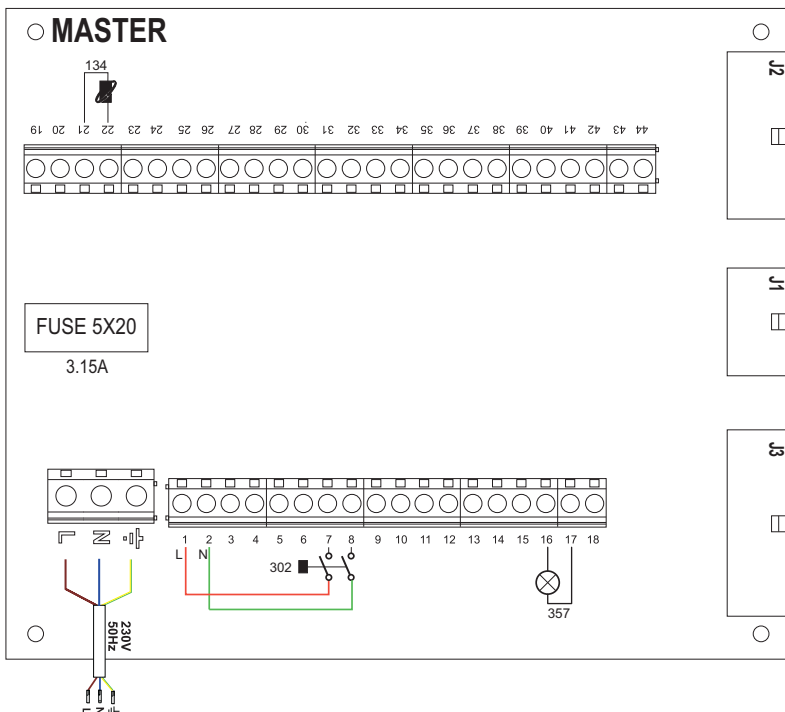
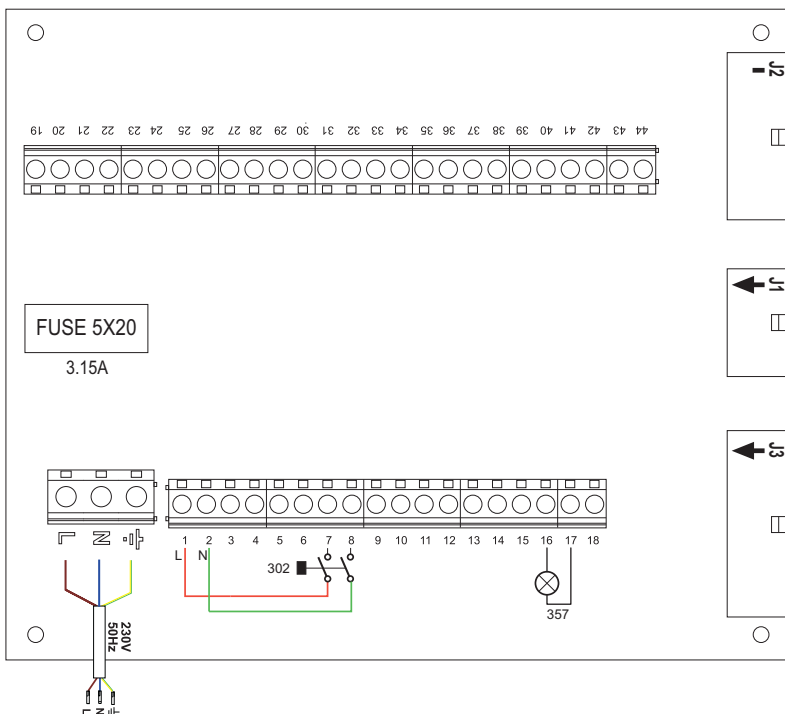

fig. 51- MAESTRA
fig. 52- ESCLAVA
**Leyenda (fig. 51 y fig. 52)**